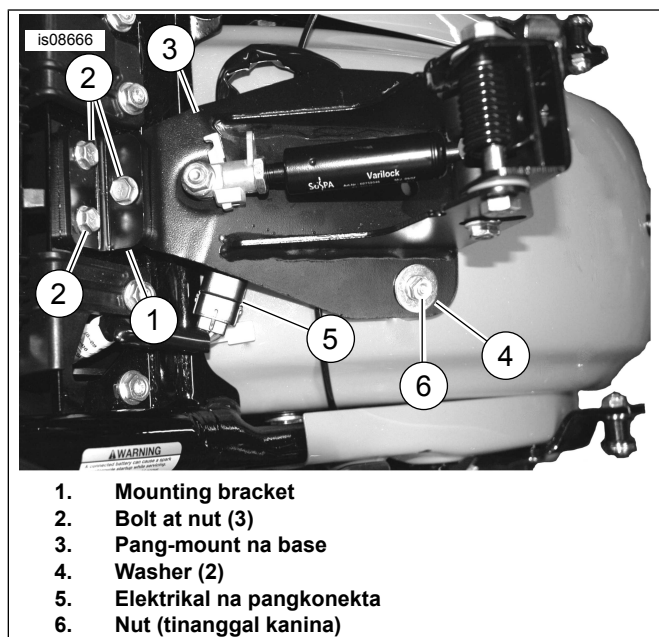
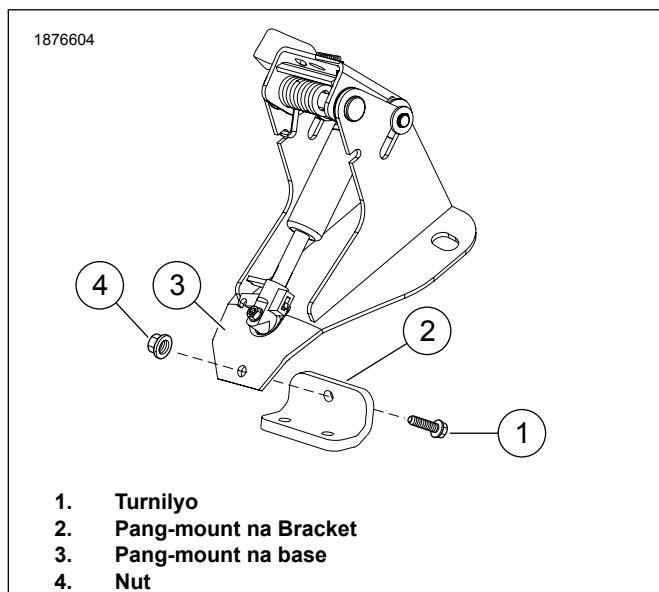

Figure 6. Ikabit ang Bracket ng Backrest
Figure 7. Alternate Install Option para sa Mounting Bracket
- Tingnan ang Figure 6 at Figure 7. Kung ang electrical connector (5) ay nakadikit sa mounting base (3), ilipat ang mounting bracket (1) sa likod ng mounting base (3).
- Ikabit ang turnilyo (1) at nut (4).
7. Ikabit ang mga washer (4) at mga nut (6). Higpitan.